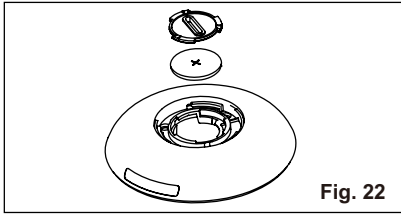

Fig. 22
3. Allo stesso modo aprire il coperchio di protezione all'interno e togliere la batteria. (Fig. 22)